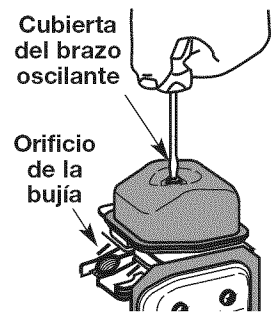

Fig. 32
5. Limpie la suciedad de alrededor de la cubierta del brazo oscilante. Saque el tornillo que sostiene la cubierta del brazo oscilante con un destornillador grande de vástago plano o con una broca Torx T-25 (Fig. 32). Saque la cubierta y la junta del brazo oscilante.